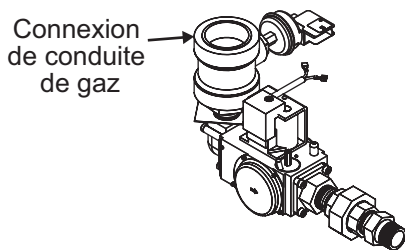

Figure 52
1. Les chauffe-eau couverts dans ce manuel sont expédiés de l'usine avec une connexion de gaz d'alimentation de 1-1/2 po, voir le Table 1 à la page 10. Connecter la conduite de gaz d'alimentation au régulateur de gaz de 24 V c.a. du chauffe-eau en accord avec toutes les exigences des codes locaux et nationaux en vigueur, voir Figure 52.